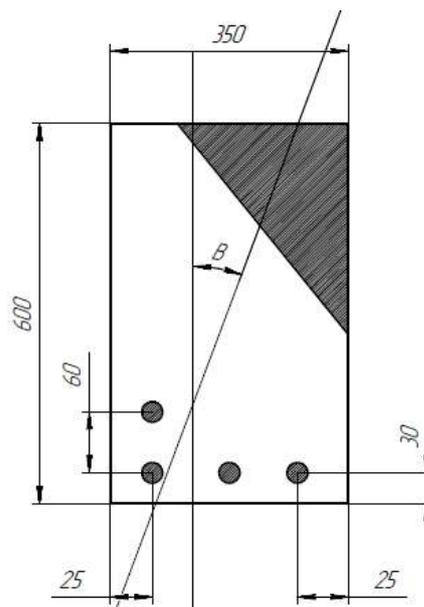

Рис. 1. Железобетонная балка
3. Железобетонная балка (см. рис. 1) с уклоном ($ctgB = 3,0$); нагрузки непродолжительного действия отсутствуют; бетон тяжелый класса В15, $\gamma_{b2}=0,9$, арматура класса АIII ($R_s = 365$ МПа); 4 единицы растянутой диаметром 18 мм; изгибающий момент в вертикальной плоскости $M = 150$ кН·м.